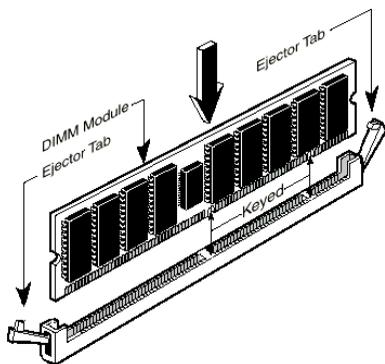

Abb. 2-4. Installation der Speichermodule
**Schritt 5.** Das DIMM-Modul wie in der Abbildung gezeigt in die Erweiterungssteckfassung einschieben. Auf die Verzahnung des Moduls zur Übereinstimmung mit der Steckfassung achten. In der Abbildung 2-4 sind Einzelheiten dargestellt. ***Dadurch wird sichergestellt, daß das DIMM-Modul nur in eine Richtung in die Fassung einmontiert werden kann.*** Das DIMM-Modul fest in die DIMM-Fassung eindrücken und sicherstellen, daß das Modul fest in der DIMM-Steckfassung sitzt.